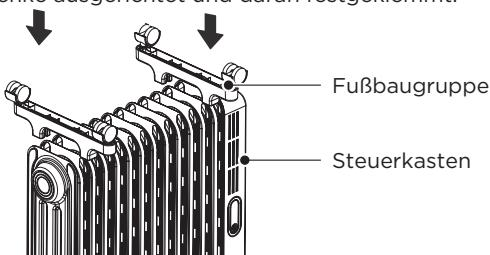
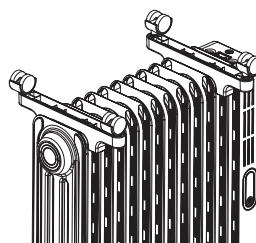

Abbildung 2
Abbildung 3
- 2** Drehen Sie, wie in Abbildung 2 und Abbildung 3 dargestellt, zunächst den Heizkörper mit der